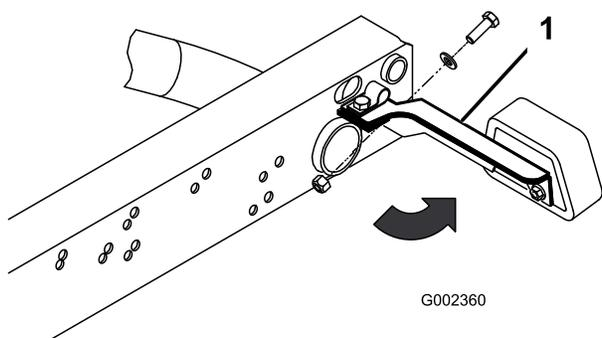

Figura 3
1. Desaperte as porcas de bloqueio e os parafusos que prendem o suporte das luzes da alavanca traseira dos suportes dos chassis da direita e esquerda (Figura 3).
3. Fixe a traseira de cada suporte de luzes traseiras à traseira do suporte dos chassis com um parafuso 5/16 x 1 pol., anilha plana e contraporca de 344" I.D. conforme ilustrado em Figura 3.